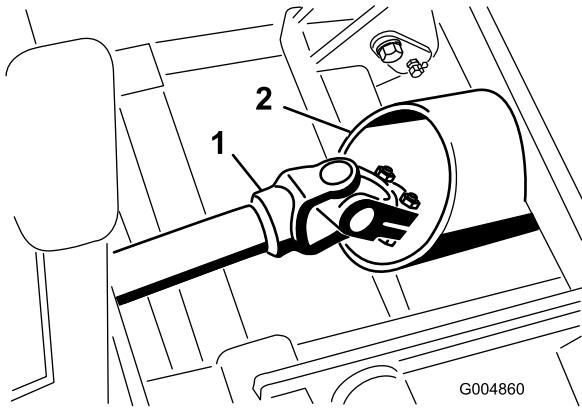

Figure 45
7. Roulez le cadre d'hiver en position avec précaution tout en faisant passer l'arbre d'entraînement par le tube du cadre (Figure 45).